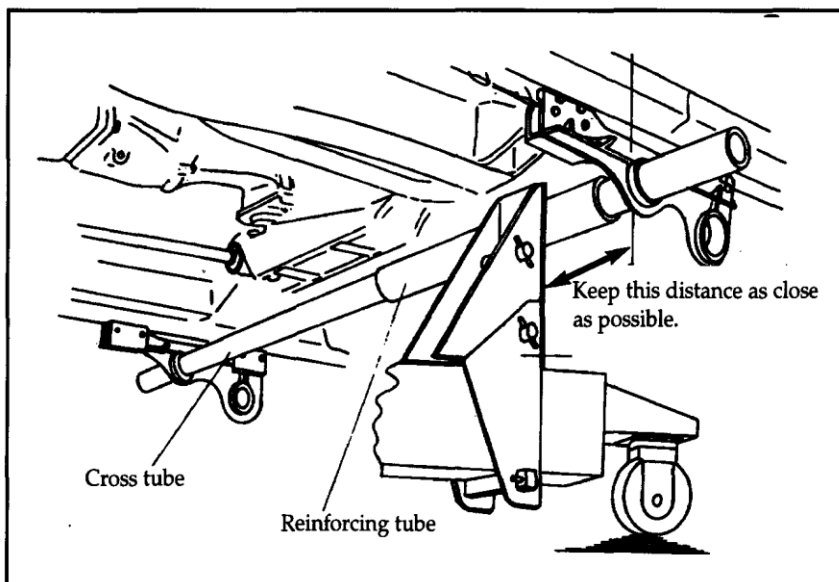

Рис. 6
* Вставьте кросс трубку после закрепления этих зажимов для прижимных сварных швов. (Рис. 6).